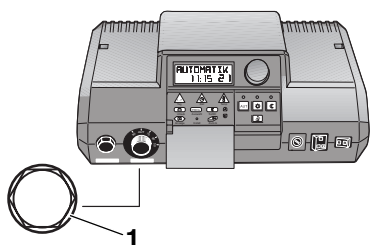

Abb. 4 Hutmutter abziehen
- Zur Entriegelung des Sicherheitstemperaturbegrenzers muss die Hutmutter am STB abgedreht und der darunter liegende Entstörknopf gedrückt werden (Abb. 4).